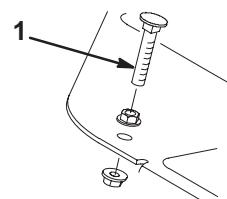

Figure 42
1. Enfoncez la pédale de déplacement. Si la pédale touche la butée (Fig. 42) avant que la tension soit ressentie sur le câble, un réglage est requis.
- A. Desserrez les contre-écrous à collet qui fixent la butée de pédale au plancher (Fig. 42).